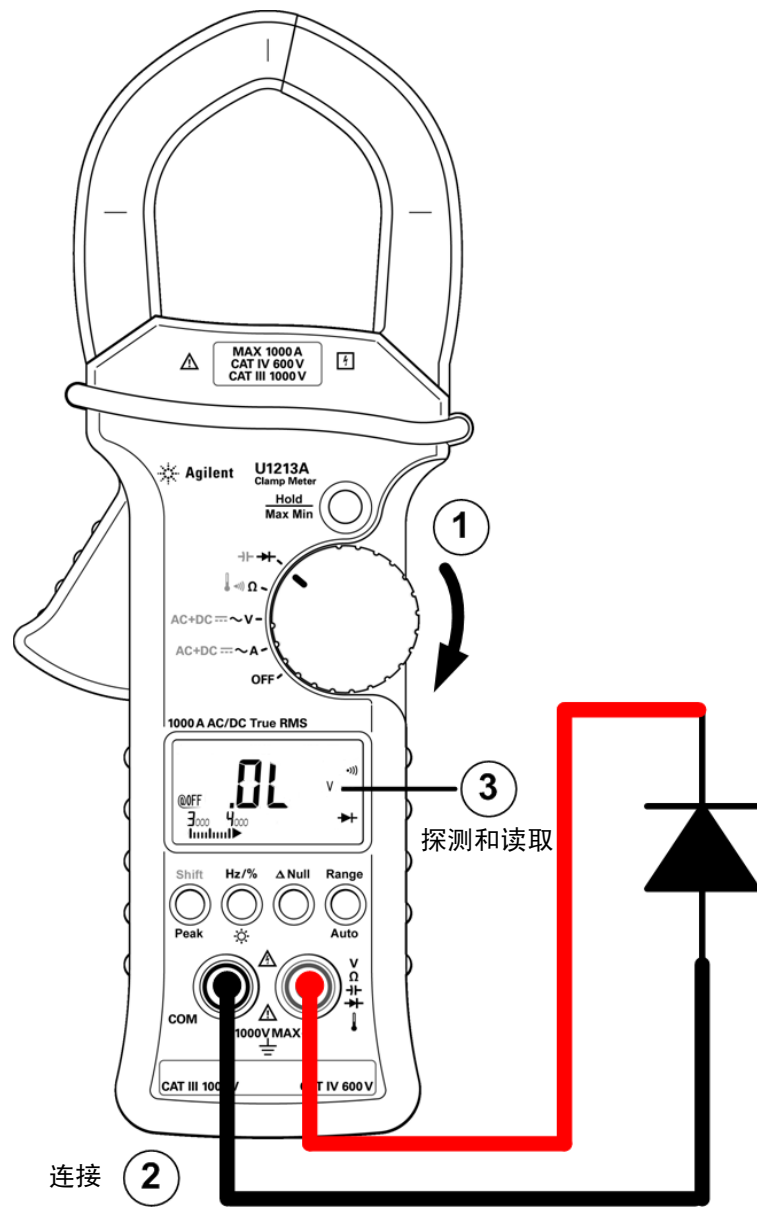

图 2-6 测量二极管（反向偏压）
- 4 反转探头并再次测量二极管中的电压（请参阅第 27 页上的图 2-6）。按照下面的准则评估二极管：